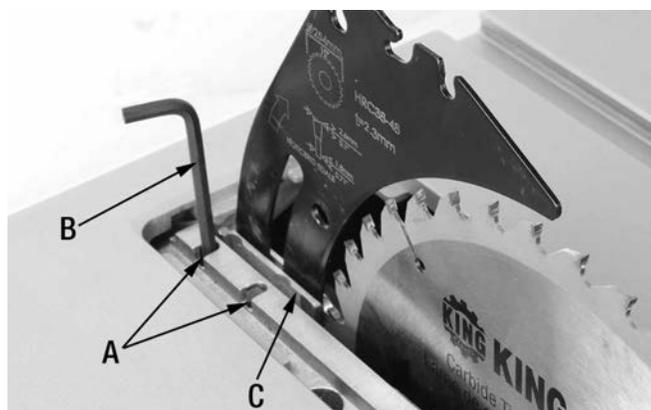

FIGURE 11
2. Si un ajustement est nécessaire, desserrez les 2 boulons à tête cylindrique (A) Fig.11 qui retiennent le support de montage (C), les boulons à tête cylindrique sont accessibles à travers les trous tel que montré à la Fig.11. Ajustez la position du support de montage et de la lame à fendre vers la droite ou vers la gauche jusqu'à ce qu'elle soit parfaitement alignée avec la lame. Resserrez les boulons à tête cylindrique.